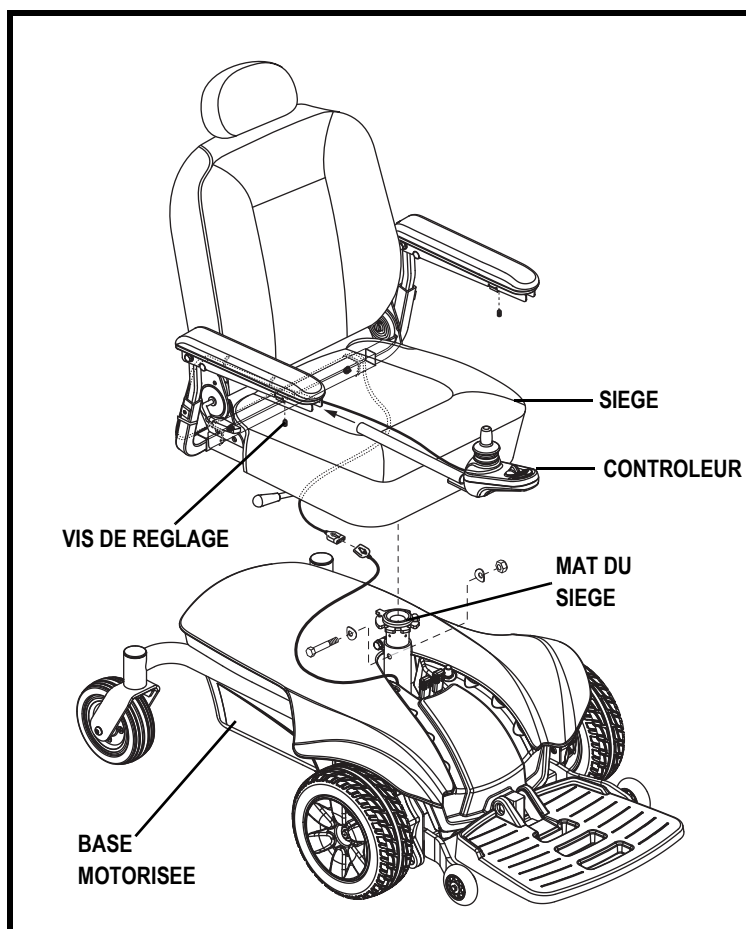

Figure 10. Siège et module de commande
1. Réglez la longueur de la partie supérieure du mât du siège, insérez le boulon dans l'ouverture du mât du siège puis installez l'écrou de blocage. **Voir la figure 10.**
2. Glissez le siège sur la partie supérieure du mât. **Voir la figure 10.**
3. Installez le contrôleur sur l'un des accoudoirs. Serrez la vis de blocage avec la clé hexagonale fournie. **Voir la figure 10.**